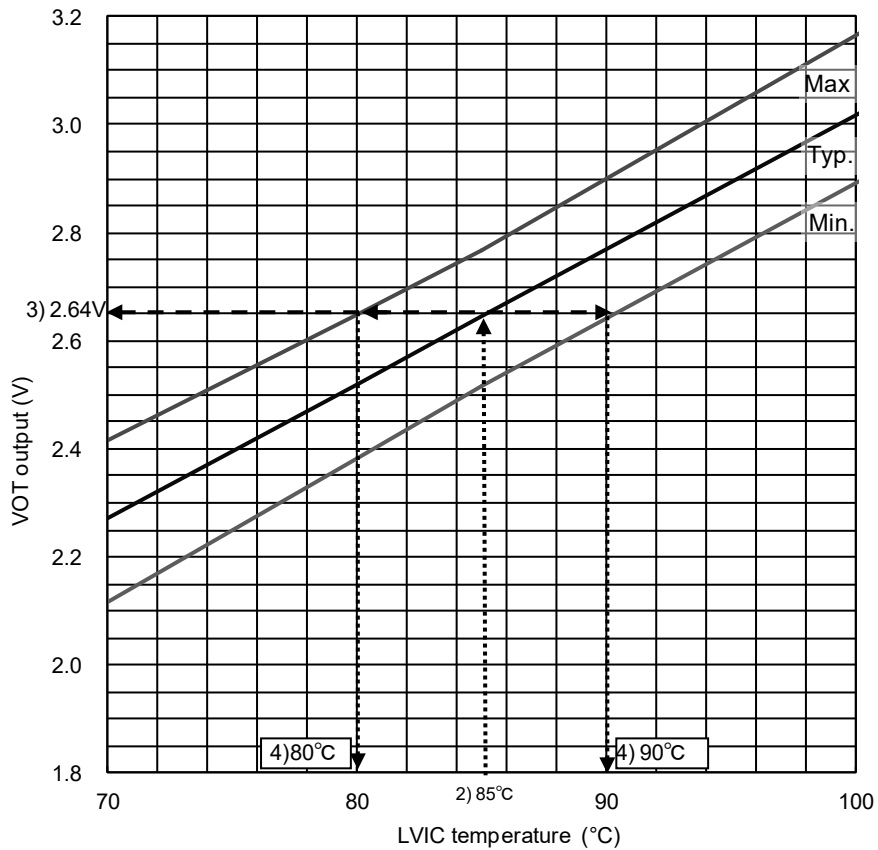

図 2-2-16 VOT 出力電圧-LVIC 温度関係 (図 2-2-12 の拡大図)
3) V OT 出力特性より 2) で求めた Tic の時の V OT 出力電圧を図 2-2-16 から求める	V OT =2.64V (@Tic=85°C) を保護設定値とする。
4) 3) で求めた V OT 時の Tic の温度バラツキ範囲を図 2-2-16 で確認する。	Tic=80°C~90°C (@V OT =2.64V)